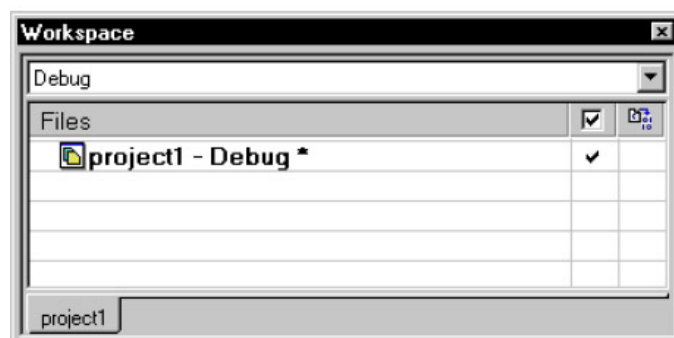

图 2. Workspace 窗口
② 在 Tool chain 栏中选择 ARM，然后点击 OK 按钮。
③ 在弹出的另存为窗口中浏览和选择新建的 My projects 目录，输入文件名 project1，然后保存。这时在屏幕左边的 Workspace 窗口中将显示新建的项目名。见图 2 所示。